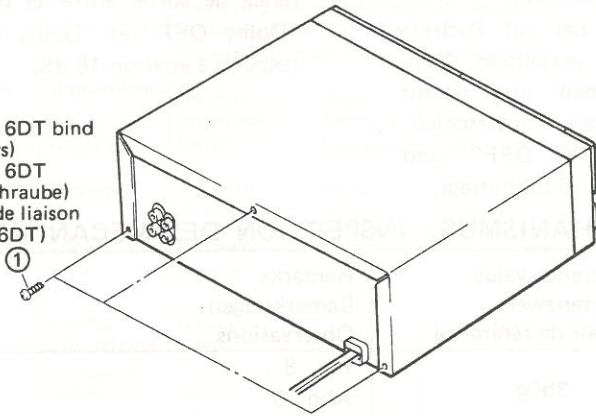

Fig. 1 Abb. 1
Remove 3 screws ① (Fig. 1).
Die 3 Schrauben ① ausdrehen (Abb. 1).
Retirer les 3 vis ① (Fig. 1).